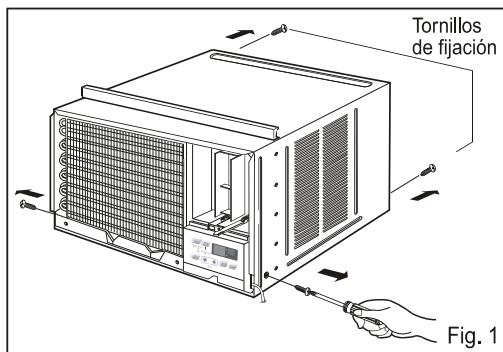

Fig. 1
- Quite los tornillos que unen el gabinete a ambos lados y a la parte posterior. FIG.1